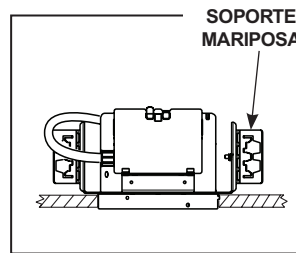

Figura 2
Paso 1. Instale la carcasa en el techo insertando el EMT de 1/2", Canal C de 3/4" o de 1-1/2", barras planas lineales o colgadores de 3 barras Real Nail en los soportes de montaje estilo mariposa (Figura 2).